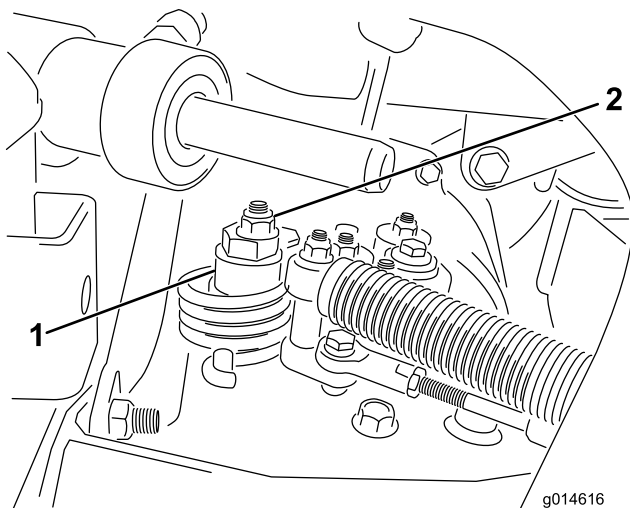

Bild 48
- A. Lösen Sie die Mutter, mit der der Exzenter oben am Hydrostat befestigt ist (Bild 48).
- C. Drehen Sie den Exzenter, bis kein Kriechen in jeder Richtung auftritt. Ziehen Sie die Schraube fest, wenn sich das Rad nicht mehr dreht, um den Exzenter und die Einstellung zu arretieren (Bild 48). Überprüfen Sie die Einstellung mit dem Gasbedienungshebel auf Langsam“ und auf Schnell“.